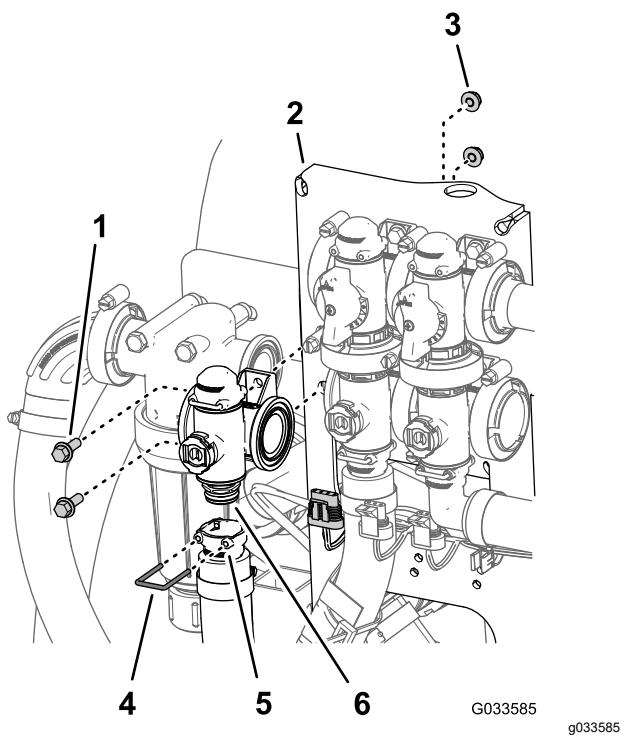

Figure 114
2. Retirez l'étrier qui fixe le raccord de sortie au coupleur du collecteur du régulateur de débit (Figure 114).
3. Retirez les 2 boulons à embase ($\frac{1}{4}$ x $\frac{3}{4}$ po) et les 2 contre-écrous à embase ($\frac{1}{4}$ po) qui fixent le régulateur de débit au support, puis déposez le collecteur de la machine (Figure 114).